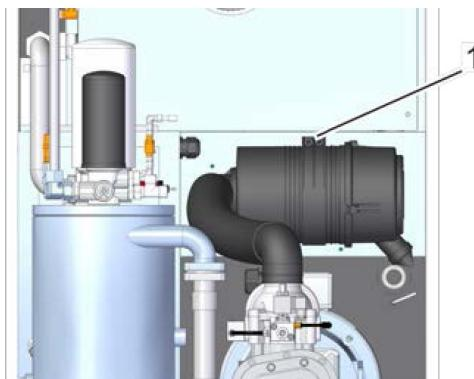

Рис. 42: Ослабить зажим всасывающего фильтра
4. Ослабьте зажим всасывающего фильтра (Рис. 42/1)
9. Вернуть зажим всасывающего фильтра (Рис. 42/1) в исходное положение.